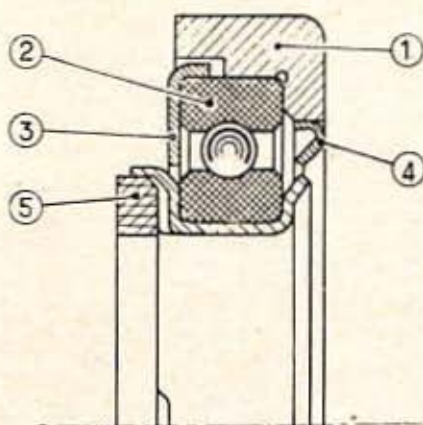

Fig. 24. - Vue en coupe d'une butée à billes
- On voit, sur la figure 24 :
- (1) cage en fonte,
- (2) roulement de butée 35 x 62 x 9 mm,
- (3) tôle protectrice avant,
- (4) tôle protectrice arrière,
- (5) bague graphitée.